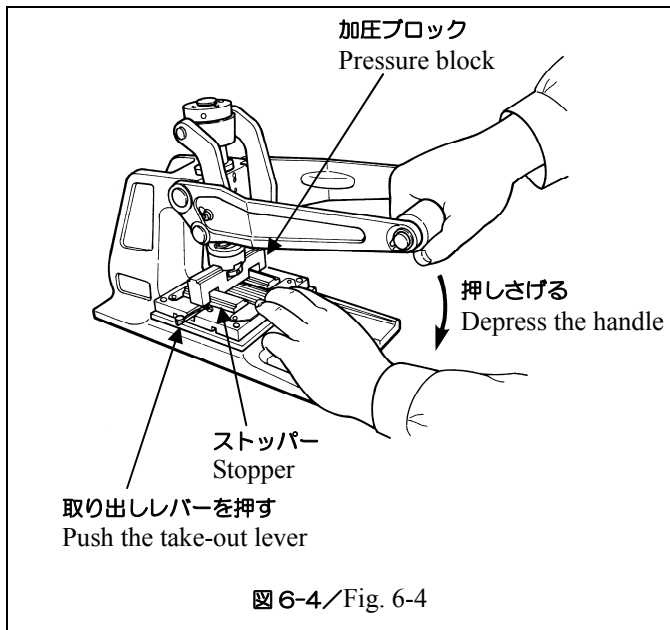

図 6-4 / Fig. 6-4
- 3) ラチェットが切れるまでハンドルを押し下げて結線して下さい。加圧ブロックが結線ストッパーに当たるまで押し下げて下さい。(図 6-4 参照) 結線後にコネクタを取り出す時はケーブルを引張って取り出さず、取り出しレバーを押してからコネクタを持って取り出して下さい。
- 3) Depress the handle until the ratchet will turn no further in the normal direction. Depress the handle until the pressure block comes in contact with the connection stopper. (See Fig. 6-4.) After completion of connection, do not take out the connector by pulling the cable but by pushing the take-out lever and holding the connector.